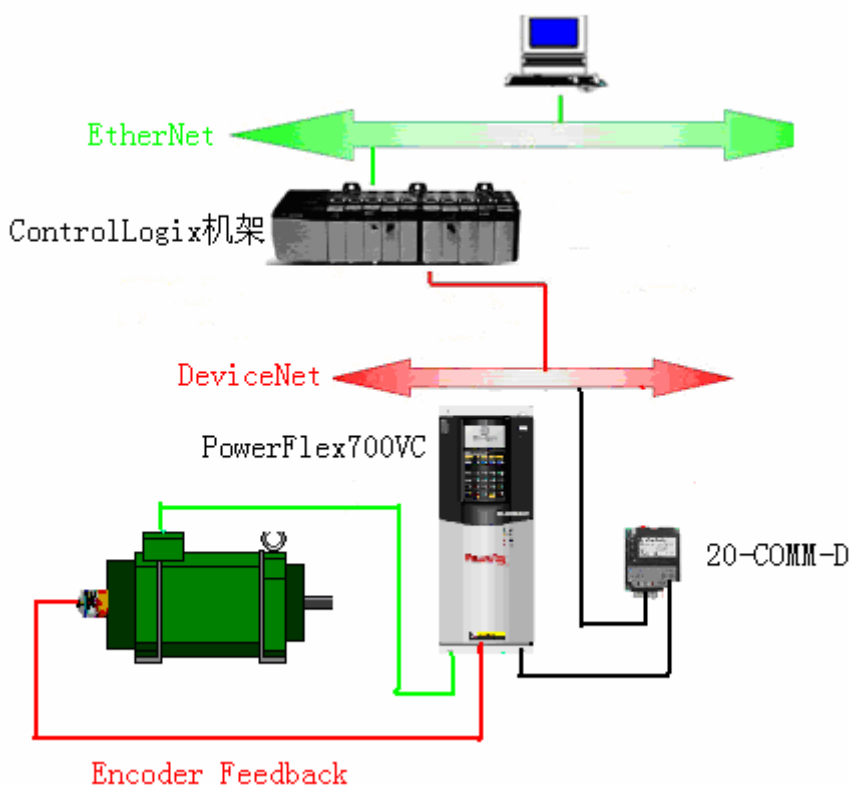

图 5-17 实验设备连接图
(5) 将 PowerFlex700VC SeriesB 变频器通过 20-COMM-D 连接在 DeviceNet 网络上，将 ControlLogix 处理器通过 1756DNB 模块连接到 DeviceNet 网络上，通过 RSNetWorx 软件修改变频器参数。设备连接图如图 5-17 所示。